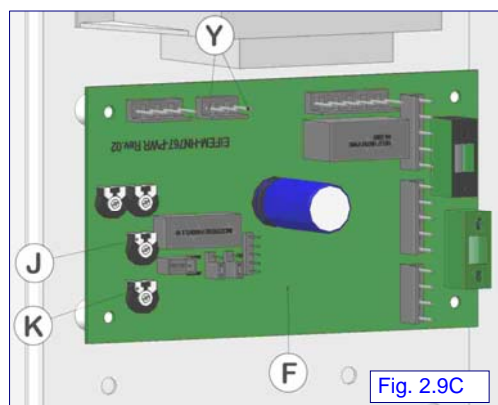

Fig. 2.9C
Tale velocità deve essere regolata secondo il valore espresso nella tabella tecnica 1.9, agendo in senso orario per aumentarne il valore e viceversa per diminuirlo, con apposito cacciavite sul trimmer (K) RV4 della centralina (F) (Fig. 2.9C)
Al termine della trasformazione si dovrà sigillare la vite (A) del regolatore di portata gas e la vite del trimmer (K) della centralina (F) (Fig. 2.9C) con vernice adatta allo scopo.